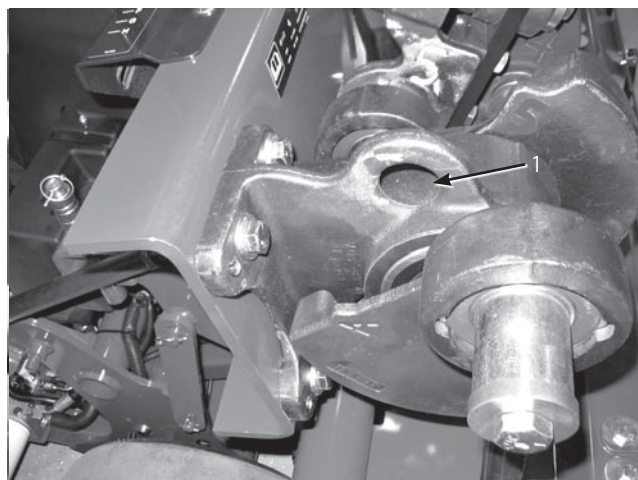

図42
注: ホイストがある場合にはホイストで機体後部を吊上げることができます。コアリング・ヘッドのベアリングにアイがついていますから、ここを吊上げポイントとして利用します(図42)。
8. ホイストがある場合にはコアリング・ヘッドのベアリングについているアイを吊上げポイントとして利用する(図42)。